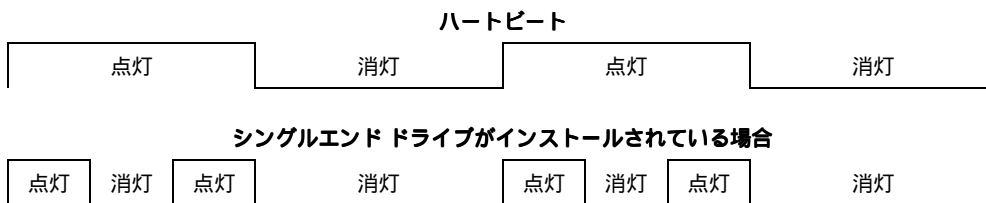

図4-4. EMU LEDの表示
緑色のLED①がゆっくり点滅している場合は、EMUが動作中です。点灯または消灯している場合は、内部に障害があります。速く点滅している場合は、EMUが動作中で、テープ アレイにシングルエンド ドライブがインストールされていることを示します (図4-4を参照)。
緑色のEMUステータスLEDは、EMUのステータスを表示し、ドライブの種類がLVDかシングルエンドかを示します。このLEDは2つの異なる速さで点滅します（図4-4を参照）。
1秒ごとに1回点滅している場合（図4-4のハートビートを参照）、EMUとテープ アレイの両方が動作中です。
1秒ごとに2回点滅している場合（図4-4のシングルエンド ドライブを参照）、EMUとテープ アレイの両方が動作中ですが、シングルエンド ドライブがインストールされています。